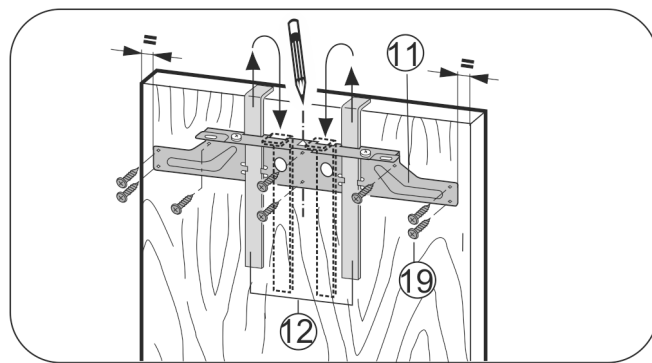

Fig. 21
- Accrocher la traverse de fixation Fig. 21 (11) avec les gabarits de montage Fig. 21 (12) du côté intérieur de la porte du placard.
- Pour une niche de 600 mm (1.97 ft) de largeur : Aligner la traverse de fixation Fig. 21 (11) sur le milieu de la porte.
- Visser la traverse de fixation Fig. 21 (11) en utilisant au moins 6 vis Fig. 21 (19).
- Visser la traverse de fixation Fig. 21 (11) en fixant 4 vis Fig. 21 (19) au bord.
- Tirer les accessoires de montage Fig. 21 (12) vers le haut et les enfoncer pivotées dans les trous situés à côté.